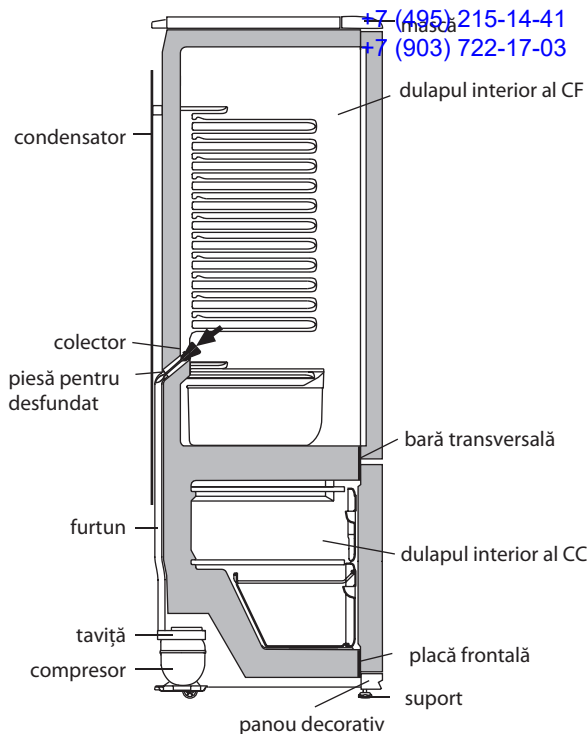

Figura 4 — Schema scurgerii apei rezultate în urma topirii din CF
**2.2.1** În CF se folosește un sistem automat de dezghețare. Bruma, care apare pe pereții din spate al CF, după deconectarea compresorului care lucrează în ciclu, se topește și se transformă în picături de apă. Picăturile de apă rezultată în urma topirii se scurg în colector, apoi prin gaura acestuia și prin furtun - în tavița de pe compresor, în conformitate cu figura 4 și se evaporă. Gaura colectorului este dotată cu o piesă pentru prevenirea înfundării sistemului de drenaj.
Prezența apei în colector indică înfundarea sistemului de drenaj. Pentru eliminarea înfundării folosiți piesa corespunzătoare și curățați gaura colectorului, astfel ca apa să se scurgă liber în taviță, apoi spălați piesa și instalați-o în conformitate cu figura 4.
**SE INTERZICE** să utilizați frigiderul cu sistemul de scurgere înfundat. Apa care a apărut pe fundul CF sau care a ajuns în locul de alăturare a barei transversale și a dulapului interior al CF, în conformitate cu figura 4, poate provoca coroziunea dulapului exterior al frigiderului și elementelor agregatului frigorific, defectarea izolației termice, formarea crăpăturilor dulapului interior și defecțiunea frigiderului.
**SE INTERZICE** să decongețați congelatorul fără utilizarea elementului pentru drenare. Apa rezultată în urma topirii care se scurge din cameră afară de elementul pentru drenare, pătrunzând în locul de alăturare a plăcii frontale la dulapul interior în conformitate cu figura 4, poate provoca coroziunea dulapului exterior al congelatorului și a elementelor agregatului frigorific, defectarea izolației termice, formarea crăpăturilor dulapului interior și defectarea dulapului frigiderului.